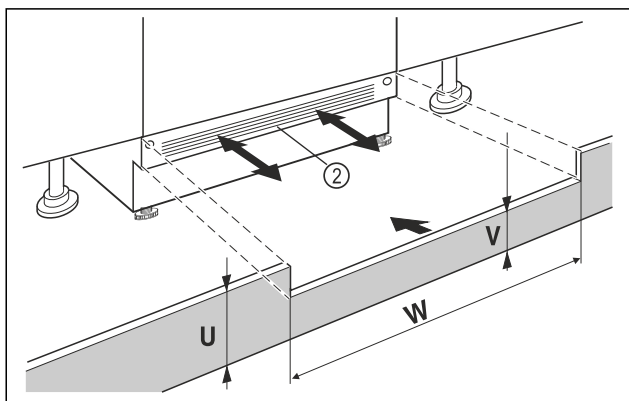

Fig. 40 Simbolična slika
- ▶ Nataknite okrasno letev naprave Fig. 40 (2), vendar je še ne fiksirajte.
- ▶ Če je okrasna letev Fig. 40 (2) vidna, jo potegnite gor tako daleč, da sta sprednji rob prezračevalne rešetke in okrasna letev pohištva poravnana.
- ▶ Če je okrasna letev Fig. 40 (2) zakrita, jo potisnite do konca nazaj.
- ▶ Pazite, da so prezračevalne reže popolnoma proste: Po potrebi prilagodite višino okrasne letve Fig. 40 (U) pohištva!
- ▶ Prilagodite višino stojine Fig. 40 (V) vzdolž širine niše Fig. 40 (W) pod okrasno letvijo Fig. 40 (2) pohištva.